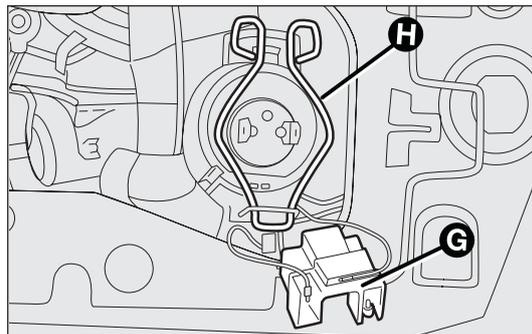

fig. 145
- extraiga el conector G-fig. 145;
- desenganche la ballestilla de sujeción de la lámpara H-fig. 145;